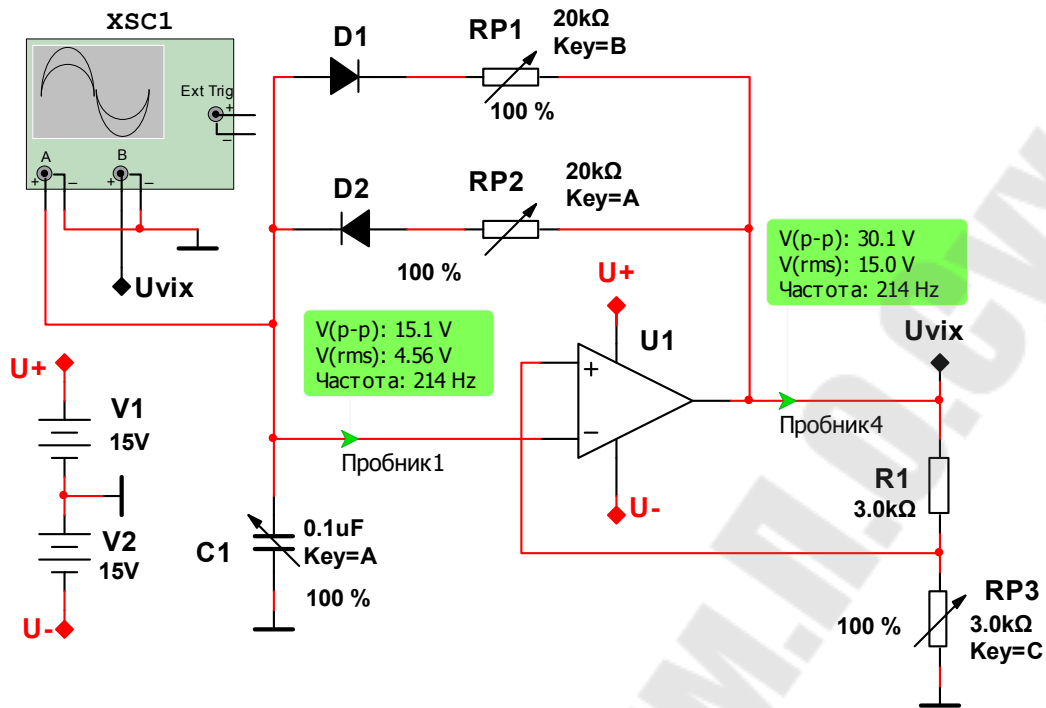

Рис. 5.1. Мультивибратор
1. Собрать схему мультивибратора (генератора прямоугольного напряжения), включив ОУ по схеме, показанной на рис. 5.1. На рис. 5.1 обозначено: V1, V2 – источники постоянного напряжения; U1 – операционный усилитель; R1, RP3 – резисторы положительной обратной связи (ПОС); RP1, RP2 – частото задающие сопротивления; C1 – частото задающий конденсатор; VD1, VD2 – диоды; XSC1 – осциллограф.
3. Привести осциллограммы напряжений в точках подключения осциллографа, указанных на рис. 5.1, при различных значениях сопротивлений R1, R3, R4, C1. Обратит внимание на форму напряжения на конденсаторе, на неинвертирующем входе операционного усилителя и на выходе усилителя. Сделайте выводы, объяснив полученные осциллограммы.
внимание на форму напряжения на выходе схемы. Объяснить отличие этого напряжения от напряжения на конденсаторе в схеме на рис.5.1. Определить скважность выходного напряжения при указанных на схеме параметрах элементов.